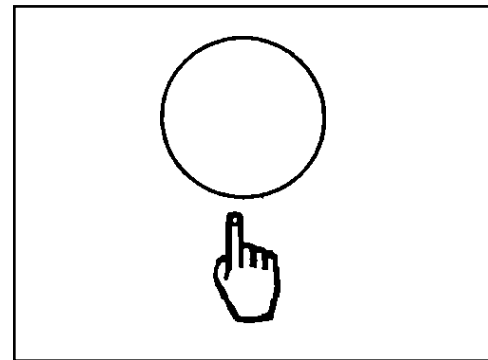

Figure 33
5. Le tableau de commande avant de machine est équipé d'un bouton One Touch (voir figure 33) qui est pré-programmé selon le débit d'écoulement de la solution et selon la pression d'appliquer sur les brosses par défaut. Appuyez brièvement sur ce bouton One Touch pour utiliser ces réglages. **REMARQUE :** Si ces réglages ne sont pas adaptés à vos besoins, consultez la page 72 ou la section « Utilisation du bouton One Touch ».